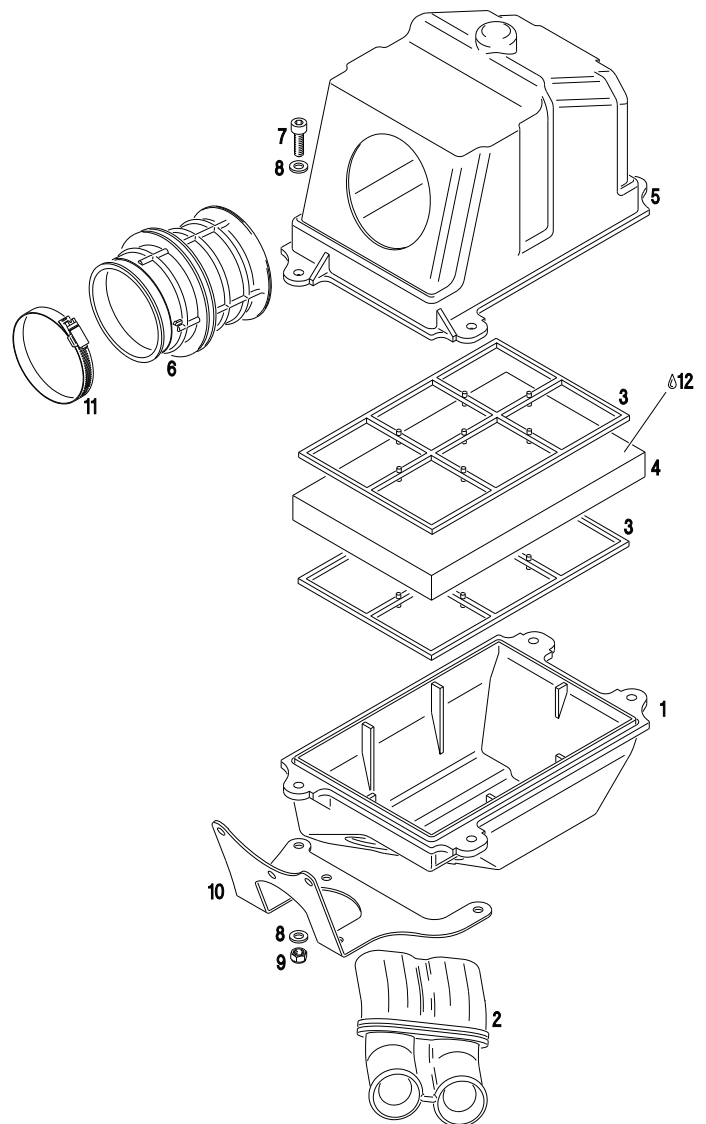

Bild 9
- ➔ Kraftstoffpumpe mit zwei der mitgelieferten Zylinderschrauben M6x20 und Sicherungsmuttern so an der Unterseite des Haltewinkels (10, siehe Bild 9) montieren, daß der Anschluß der Impulsleitung (1) nach unten und die Kraftstoffzuleitung (2) (siehe Pfeil auf Pumpengehäuse) in Richtung Fahrersitz zeigt.
- ➔ Von dem mitgelieferten Kraftstoffschlauch zwei Stücke abschneiden. Diese jeweils am unteren Anschluß für den Impuls (1) bzw. seitlichen Anschluß für den Austritt (3) montieren.
- ➔ Anschließend den Haltewinkel (10, siehe Bild 9) mit den drei unteren Verschraubungen des Vergaserstutzens am Zylinder befestigen. Anzugsmoment: 6 Nm.
- ➔ Mit einem entsprechenden Stück des mitgelieferten Kraftstoffschlauches eine Verbindung zwischen dem Anschluß am Kraftstofftank und dem Zulauf (2) der Kraftstoffpumpe herstellen.
- ➔ Ansauggummi (2) in waagrechtlicher Stellung so in den Dämpferunterteil (1) stecken, daß die runden Ansaugöffnungen außen liegen.
- ➔ Vergaserstutzen (6) so in den Dämpferoberenteil (5) stecken, daß der Pfeil am Dämpferstutzen in Richtung Vergaser zeigt.
- ➔ Filterschaumstoff (4) mit herkömmlichem Motorenöl (12) einölen und anschließend überschüssiges Motorenöl ausdrücken.
- ➔ Dämpferteile laut Skizze zusammenstecken (Bild 9) und mit mitgelieferten Zylinderschrauben, Beilagscheiben, Sicherungsmuttern und dem Haltewinkel (10) verschrauben.
- ◆ **Hinweis:** Am Dämpferunterteil (1) muß bei der rechten, seitlichen Befestigungslasche ein Teil einer Rippe mit dem Messer entfernt werden, damit der Haltewinkel an der Befestigungslasche aufliegt.
- ➔ Ansauggeräuschkämpfer mit der mitgelieferten Schlauchschelle (11) am Vergaser befestigen.